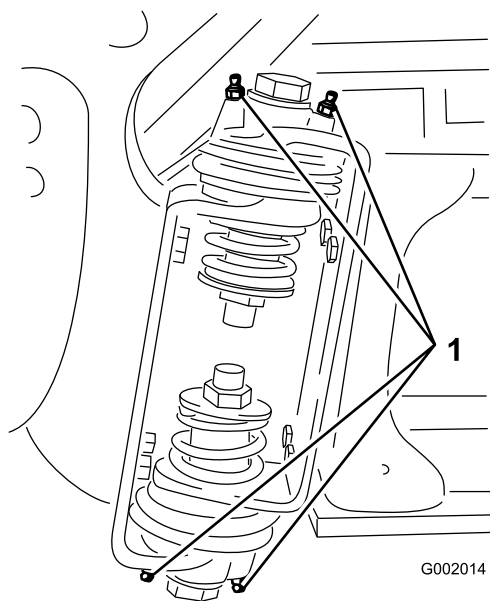

Figura 46
2. Pompate del grasso nel raccordo di ogni cuscinetto o boccola Figura 46.